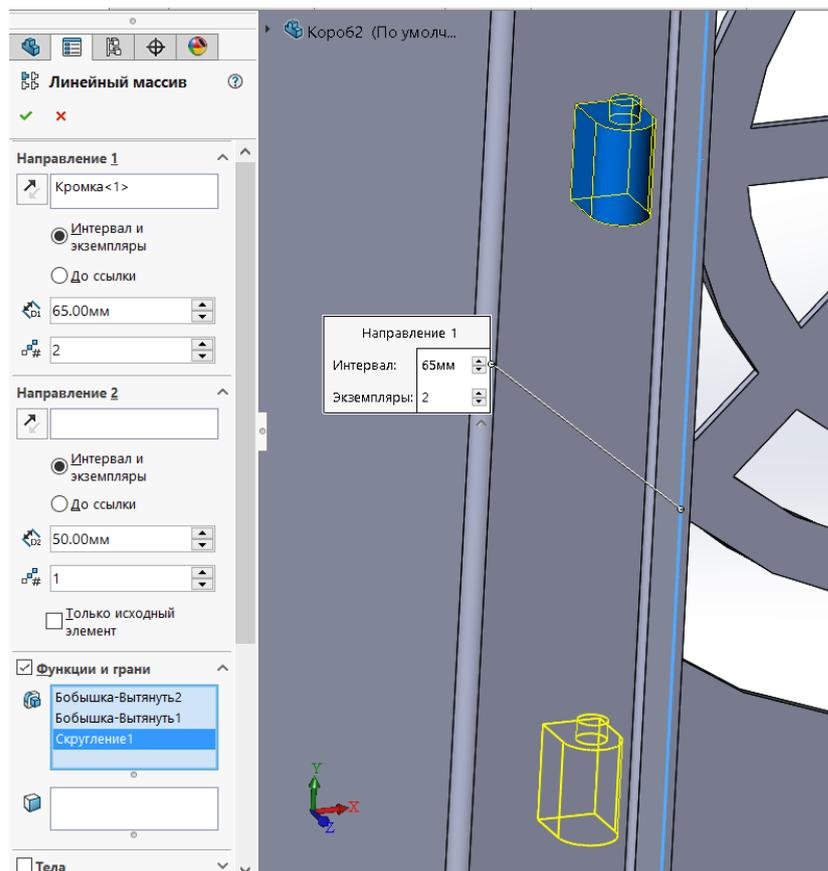

Рисунок 23 – создание массива петли на блоке
27. В пункте «**Направление 1**» выделить ребро. В поле «**Выбор элементов для массива**» выбрать созданное крепление (рис. 23).